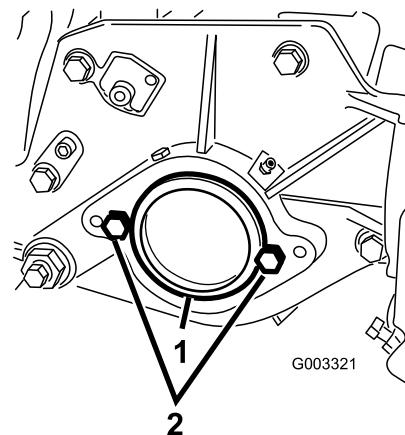

Figura 11
2. Sul lato destro dell'apparato di taglio, rimuovete il tappo in plastica dall'alloggiamento del cuscinetto (Figura 11).
3. Togliete le 2 viti a testa cilindrica dalla piastra laterale destra (Figura 11).
2. Viti a testa cilindrica (2)
5. Montate, senza stringere eccessivamente, le viti di montaggio del motore del cilindro sulla piastra laterale sinistra dell'apparato di taglio (Figura 11).